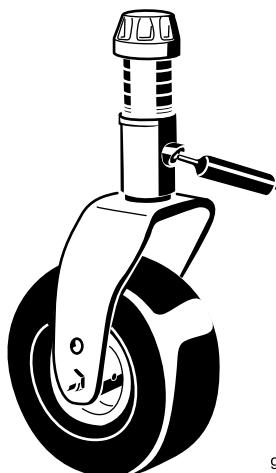

図 19
- キャスターフォークのシャフトのベアリング (4ヶ所) (図 19)